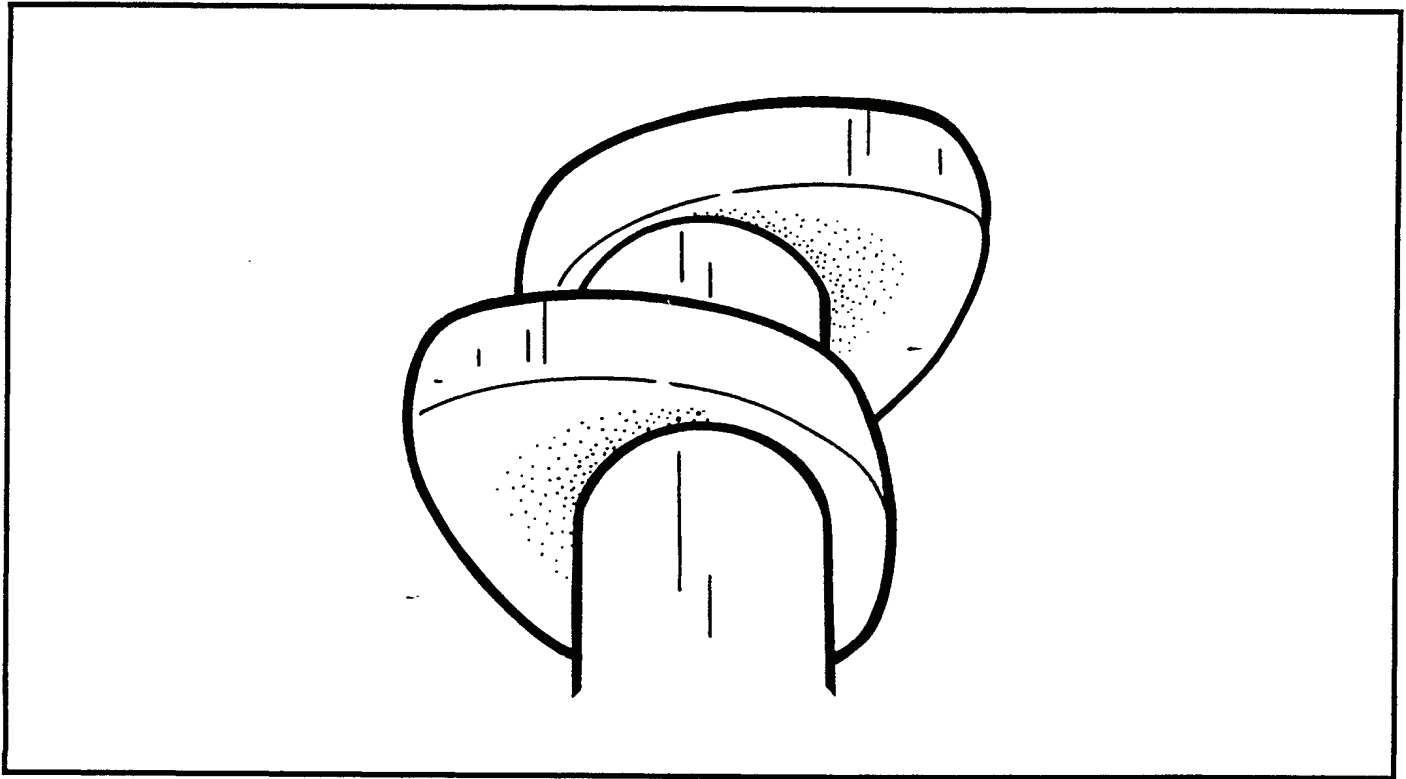

Figure 2-5-17 Camshaft Lobes Facing Up at Similar Angles
c. Remove the oil filler cap from the valve cover and ensure both camshaft lobes of the #1 piston face upwards at similar angles. If the lobes do not face upward at the same angle, see Figure 2-5-17, rotate the crankshaft one complete revolution. Install the oil filler cap.	c. Enlever le bouchon de remplissage d'huile du couvercle des soupapes et s'assurer que les deux lobes de l'arbre à cames du piston #1 sont placés vers le haut dans un angle similaire. Si tel n'est pas le cas, voir figure 2-5-17, et tourner le vilebrequin d'un tour complet. Installer le bouchon de remplissage d'huile.